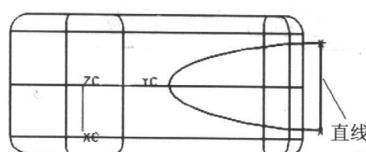

图 1-16 绘制直线
(5) 利用“直线与圆弧”→“直线一点一点”生成直线，使得图形成为一封闭区间用于拉伸，结果如图 1-16 所示。起点和终点分别为弧线的端点。